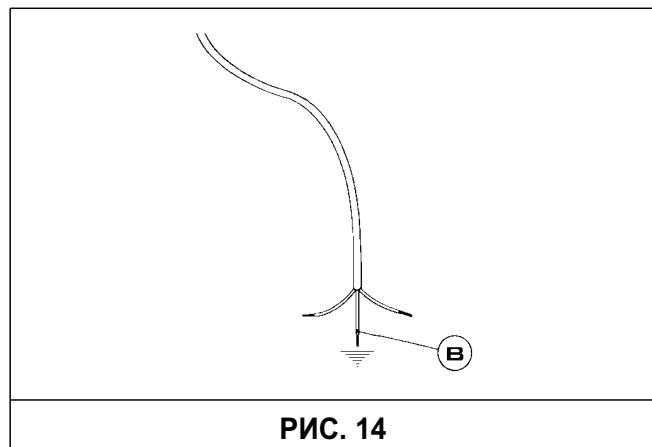

РИС. 14
В случае замены подводящего кабеля провод заземления следует оставлять длиннее проводов (B) фазы (см. рис. 14), кроме того следует соблюдать правила, приведенные в разделе 8.